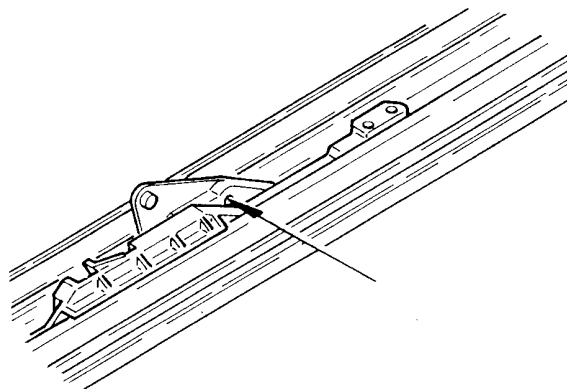

Рисунок 5
19. Чтобы допустить установку фиксатора (13), сдвиньте назад весь механизм.
23. Передвиньте левый верхний и правый верхний механизмы в закрытое положение. Вставьте в каждое отверстие диаметром 2,5 мм латунной рейки штифт (тонкий предмет). Толкните механизм вперед, пока штифт не остановит его движение в нужном месте (рисунок 5).